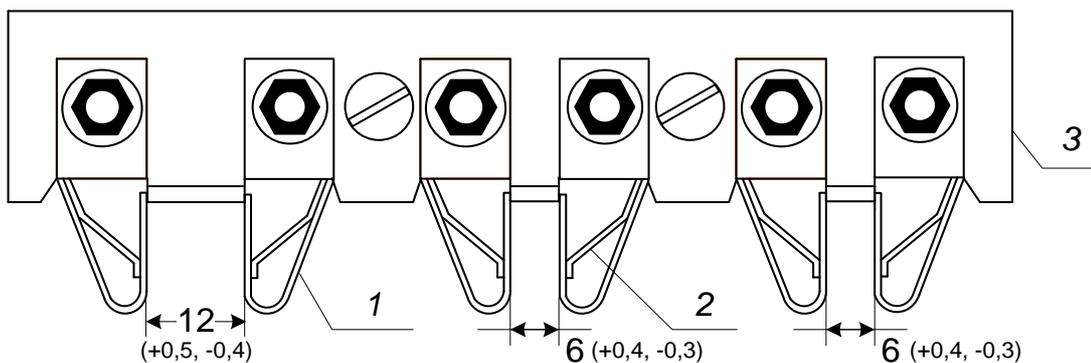

Рис.1. Контактная колодка: 1 -контактная пружина;
- ВНИМАНИЕ.** После установки контактных и ножевых колодок следует проверить (рис.1):